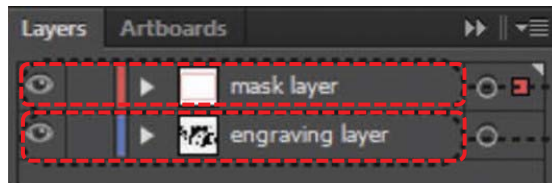

Fig. 15. Aranjarea layerelor
- Cu ajutorul opțiunii **SHAPE BUILDER / PEN** din partea din stânga a meniului se creează un contur al „măștii” („clipping mask”). Această formă vectorială trebuie să fie creată pe un layer separat de imaginea care este editată. Se recomandă o anumită aranjare a acestor layere, și anume cel ce conține imaginea originală trebuie să fie poziționat sub layerul ce conține selecția vectorială (fig. 15).